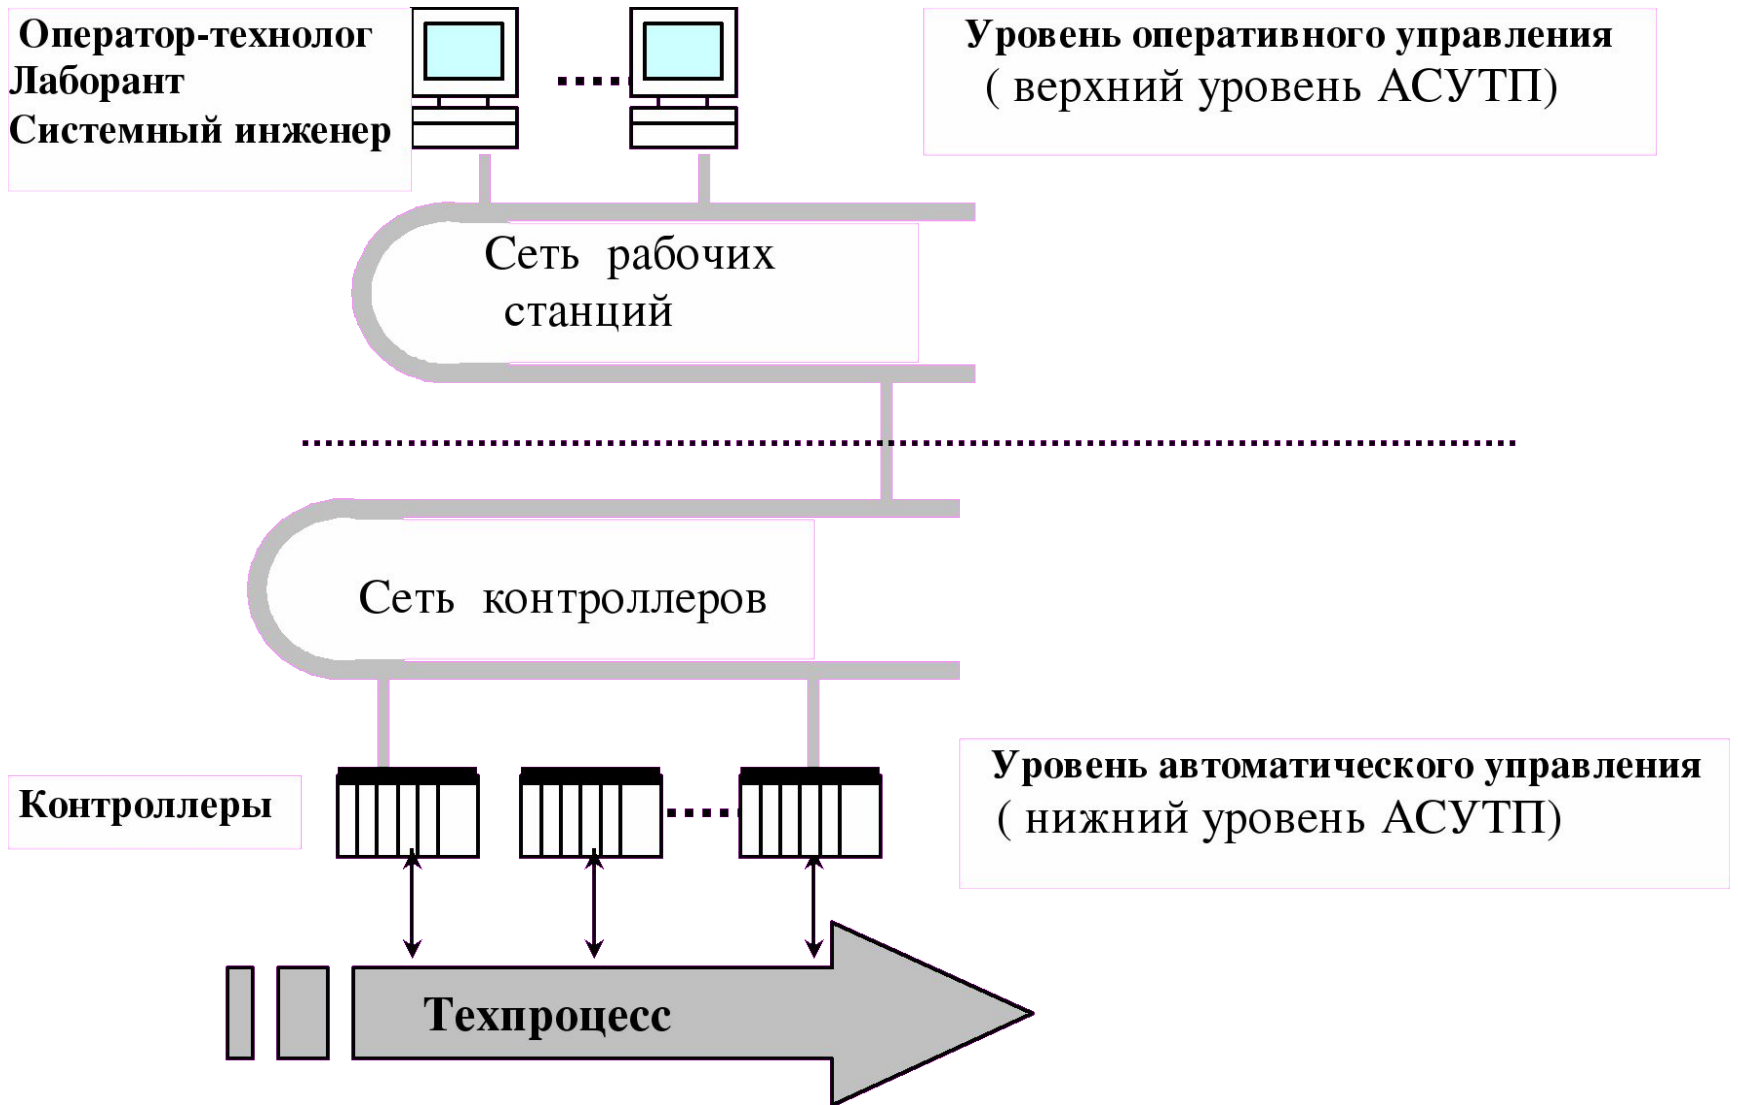

Рис.2.2. Организационная структура распределенной АСУТП
- Пока наиболее распространенной является распределенная двухуровневая структура АСУТП (рис.2.2).